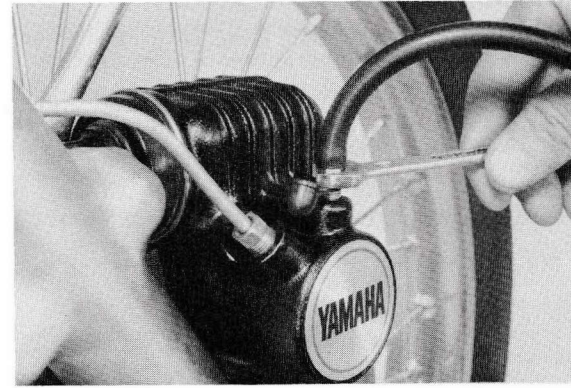

Fig. 3-3-50
- 3) Tryck till bromshandtaget långsamt några gånger så att luften kommer ut och därefter, utan att trycka till bromshandtaget, lossa på avtappningsskruven 1/3 till 1/2 varv. Skruven måste fästas fast genast därefter. (Se Fig. 3-3-50)
- 3) Bremsegrebet trykkes langsomt ned adskillig gange for at slippe luften ud. Når bremsegrebet ikke er nedpresset, løsnes luftskruen 1/3 til 1/2 omgang, hvorefter skruen straks spændes fast igen. (Fig. 3-3-50)